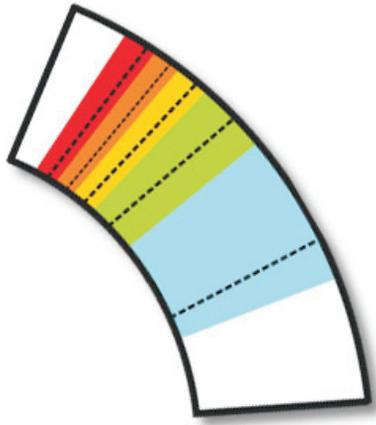

图36
**标准液压（型号 44701）：** 将液压控制设定到相应颜色区的虚线起点线（图36）。如果需要、您可以在相应颜色区内调整速度。